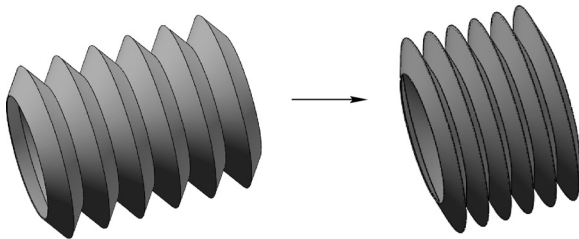

图 11-56 手风琴动画效果
(2) 新建装配体文件, 如图 11-56 所示, 使用本章所学的知识实现手风琴动画效果。